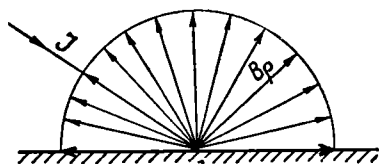

Рис. 5
**Диффузное отражение** характеризуется тем, что падающий на поверхность луч отражается по всем направлениям, причем яркость поверхности по всем направлениям имеет одинаковую величину. Диффузное отражение схематически показано на рис. 5.